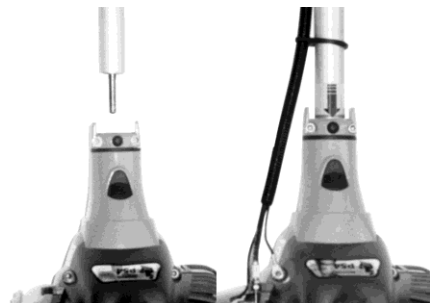

Fig. 3
**Asta - motore:** (Fig.3). Collegate, dopo averla orientata, l'asta al gruppo motore, inserendola nel foro campana frizione. Per il corretto inserimento dell'asta, verificate che la linea rossa dell'etichetta coincida con il profilo delle ganascette di ferma asta. A questo punto bloccate l'asta, in modo che questa non possa sfilarsi dal motore, avvitando le due viti delle ganascette.